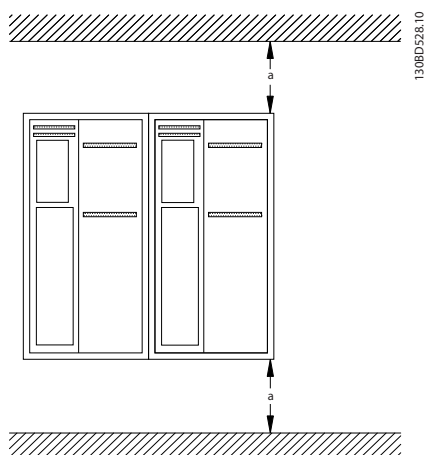

Рисунок 3.2 Свободное пространство для охлаждения верхней и нижней части устройства
- В верхней и нижней части преобразователя следует оставить зазор для доступа воздуха для охлаждения. Требования к зазорам для доступа воздуха см. в Рисунок 3.2.